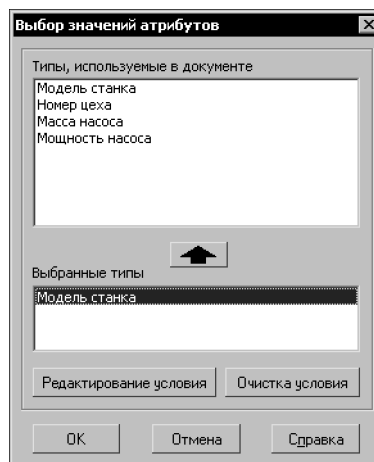

Рис. 69.6. Диалог назначения условий поиска
1. Вызовите команду **Выделить — По атрибутам....** На экране появится диалог назначения условий поиска (рис. 69.6).